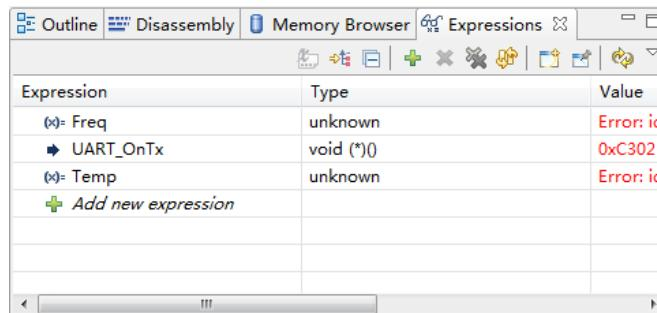

图 2.9 观察窗口
5) 点击菜单 View→Expressions，可以得到观察窗口，如图 2.9 所示。可以通过 添加观察变量，或者在所需观察的变量上右击，选择 Add Watch Expression